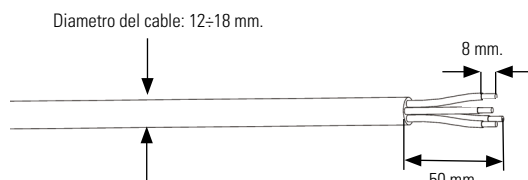

Fig. 55. Pelado de cable AC.
3. Retirar el manguito de aislamiento de la manguera de AC unos 50 mm. y retirar el aislante del extremo de los cables L/N unos 8 mm., tal y como se muestra en la Fig. 55.